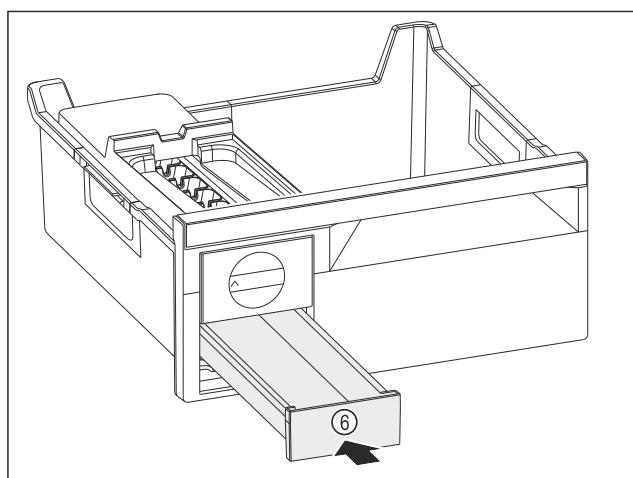

Fig. 188
- Zasuňte zásuvku na kocky ľadu Fig. 188 (6).